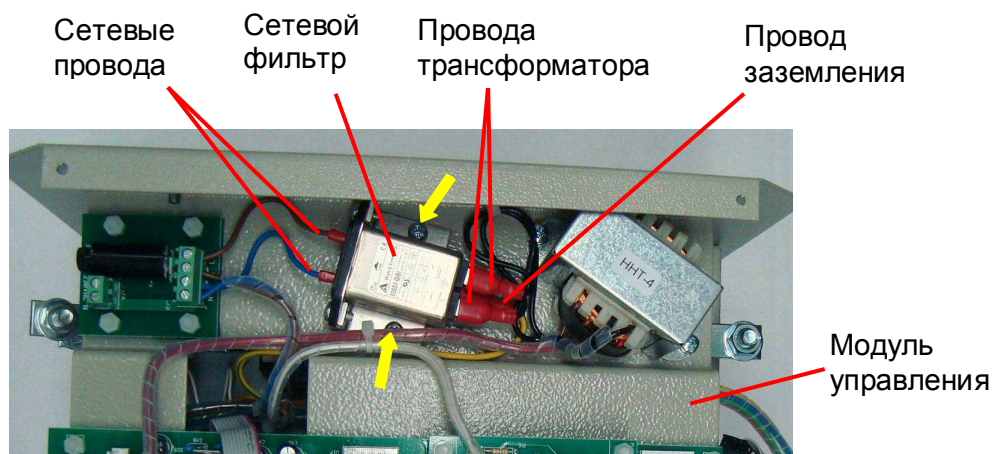

Рис. 7.9
7.3.1. Установить сетевой фильтр на модуле управления в соответствии с рис. 7.9.
7.3.2. Вкрутить два винта крепления сетевого фильтра (рис. 7.9, желтые стрелки).
7.3.3. Подсоединить к сетевому фильтру провода трансформатора, заземления и сетевые провода (рис. 7.9).